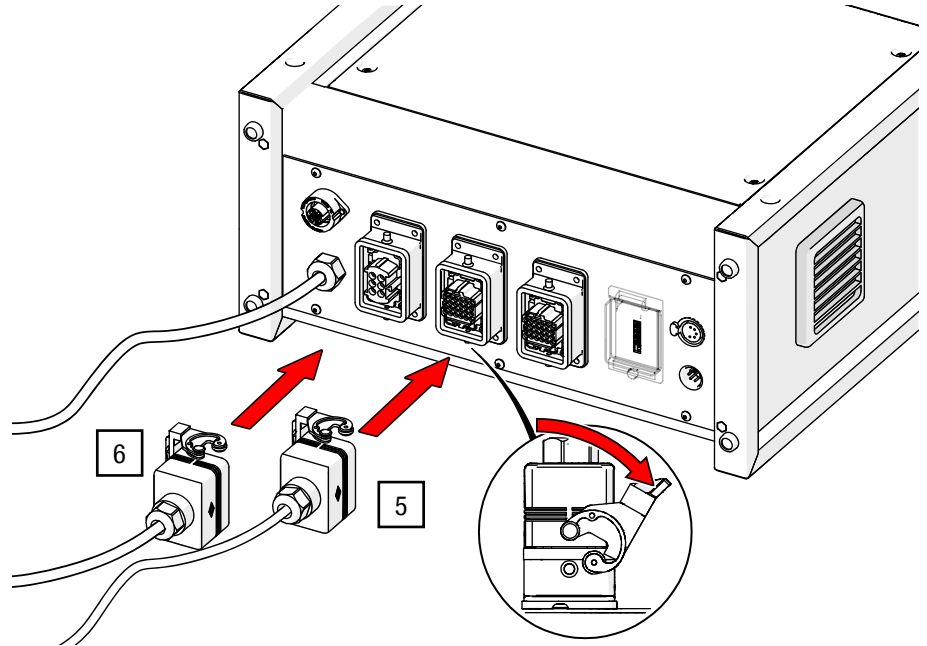

Abb. 24: G-FRAME 54 – Strom- und Steuerkabel der Rollbildleinwand anschließen
5. Stecken Sie das 25 m Stromkabel in die mit 1XS1 markierte Buchse an der Rückseite der Steuerung und verriegeln Sie diese mit dem Bügel (siehe Abb. 24).
6. Stecken Sie das 25 m Steuerkabel in die mit 1XS2 markierte Buchse an der Rückseite der Steuerung und verriegeln Sie diese mit dem Bügel (siehe Abb. 24).